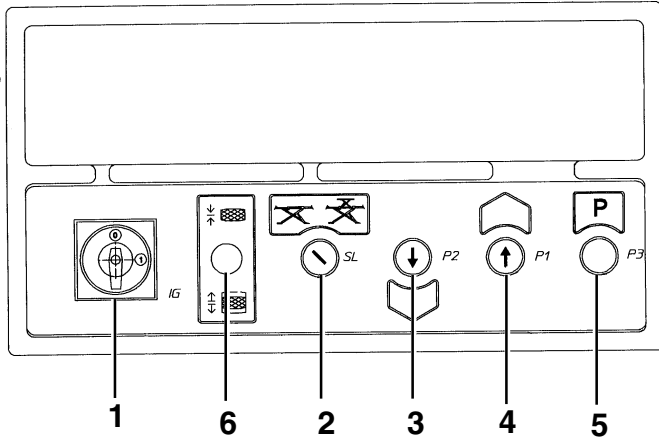

Fig. 40
- attuare la manovra premendo il pulsante di discesa (3 Fig.40) accertandosi che i pistoncini sgancio arpioni siano correttamente alimentati e che gli arpioni siano quindi in condizione di
#### Sollevatore integrato (Fig. 40)
- Carry out the manoeuvre by pressing the descent button (3 Fig. 40) checking that the pawl release pistons are correctly
#### Lift table (Fig. 40)
- Das Manöver über die Taste "Senken" (3 Abb. 40) ausführen
#### Achsheber (Abb. 40)
- Actionner la manœuvre en pressant le bouton-poussoir de descente (3 Fig. 40) et s'assurer que les pistoncini de dégagement des arrêts mécaniques sont alimentés correctement et que
#### Élévateur intégré (Fig. 40)
- poner en marcha la maniobra presionando el pulsador de descenso (3 Fig. 40) asegurándose de que los pistoncini de desenganche de los trinquetes, estén correctamente
#### Elevador integrado (Fig. 40)